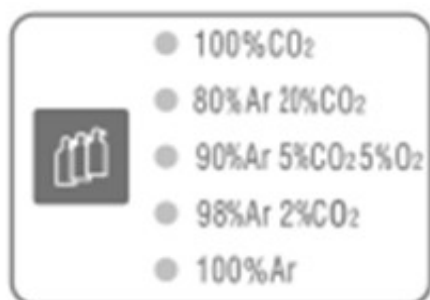

Figure 5.4: Wybór rodzaju gazu
- 3) Wybierz rodzaj gazu przez naciśnięcie klawisza (*rysunek 5.4*)